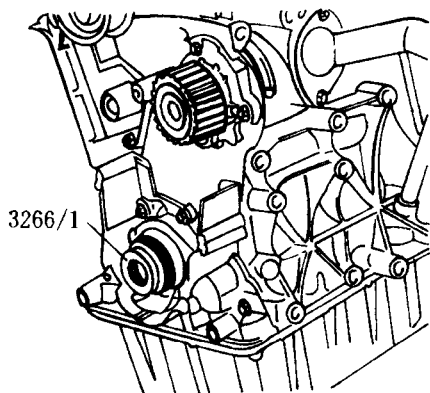

图 1-22
④松开滚花旋钮,顶着曲轴拧动内部件,直到取出油封。
①检查曲轴磨合痕迹,油封唇口涂上适量机油。
②将导向套筒 3266/1 装到曲轴轴颈上(图 1-22)。
说明：用装有油封的导向套筒安装密封法兰（图 1-22）。